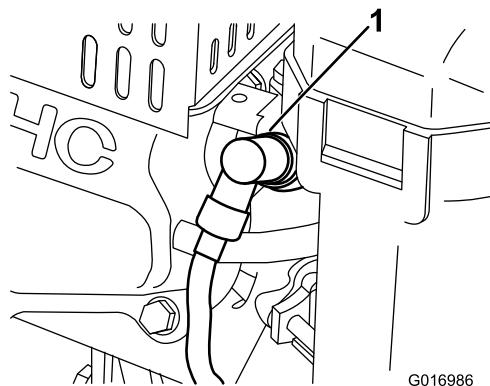

Figura 27
- Staccate il cappellotto della candela (Figura 27).